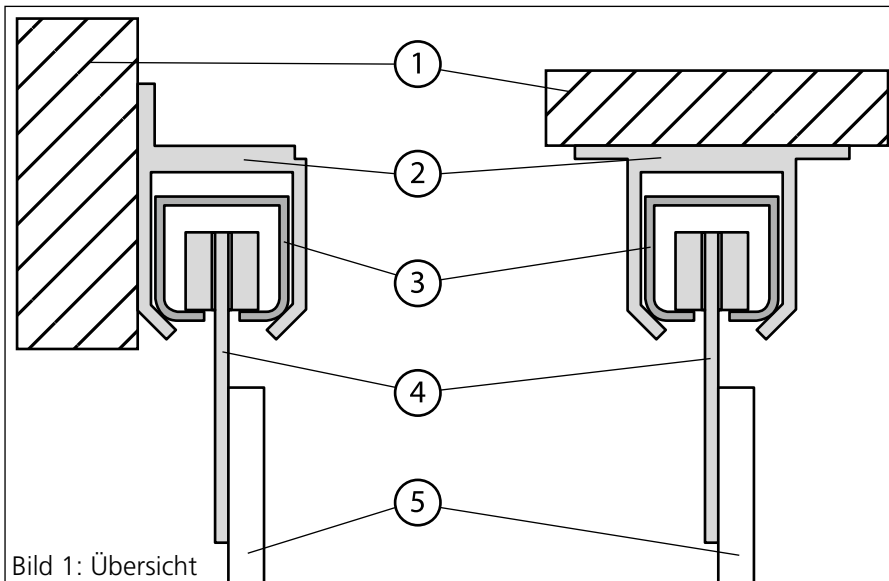

Bild 1: Übersicht
- Wandmontage (Bild 1, links)
Deckenmontage (Bild 1, rechts).